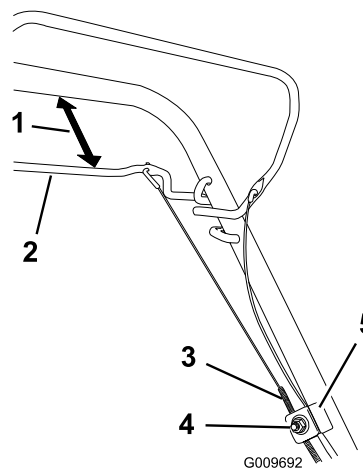

Figure 46
1. Desserrez l'écrou du support de guidage du câble (Figure 46).
2. Maintenez la barre de commande d'autotraction à 25 à 38 mm du guidon (Figure 46).
3. Tirez la gaine du câble vers le bas (vers la tondeuse) pour éliminer le mou du câble (Figure 46).